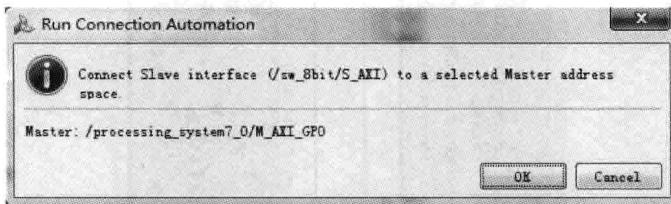

图 4.38 连接提示
(16) 单击 OK 按钮。
(17) 在 Diagram 窗口最上面出现 Designer Assistance is available 消息。单击该消息右侧的 Run Connection Automation 条目,并且选择/sw\_8bit/S\_AXI。
(18) 如图 4.38 所示,出现 Run Connection Automation 对话框界面。